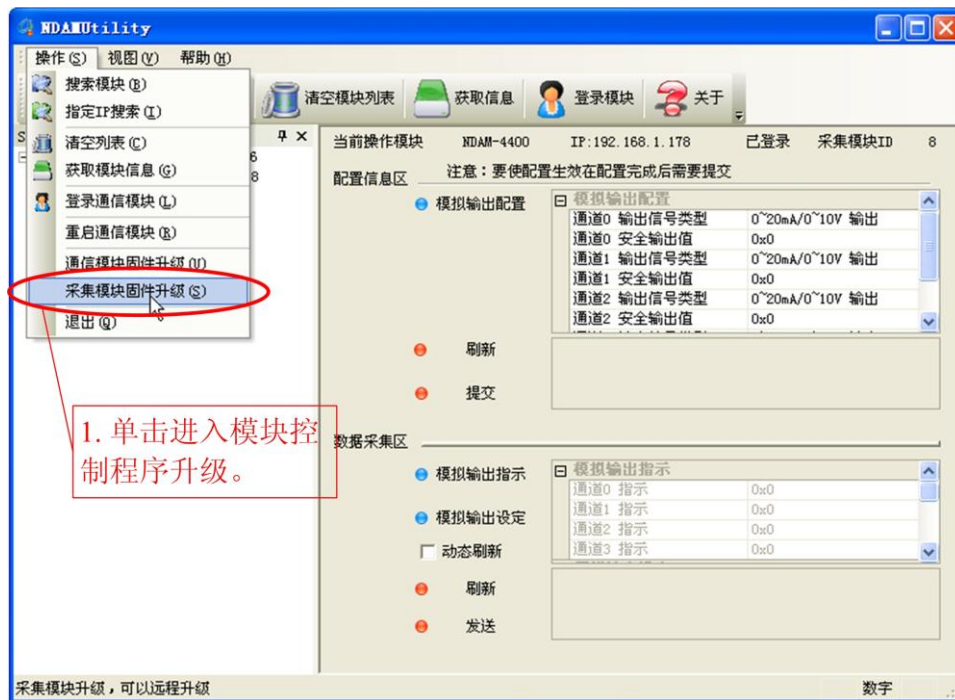

图 3.8 软件设置方式实现固件升级操作
- 1) 搜索并登陆设备，选中“NDAM-4400 addr：*”，点击“操作”菜单，并选择“采集模块固件升级”选项，如图 3.8 所示。